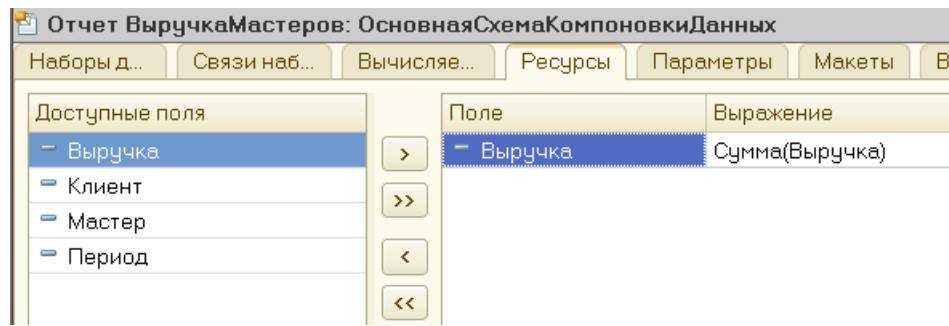

Рисунок 85 Вкладка Ресурсы
9. Укажите ресурс на вкладке **Ресурсы** (рис. 85):